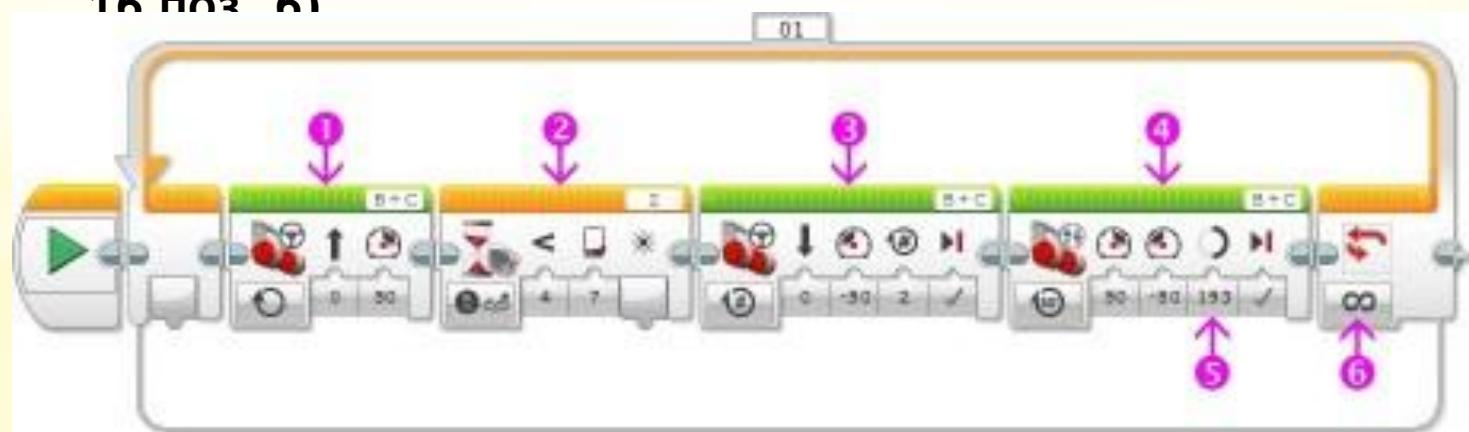

Рис. 16
- * Начать прямолинейное движение вперед (Рис. 16 поз. 1);
- * Ожидать пересечения черной линии датчиком цвета (Рис. 16 поз. 2);
- * Двигаться назад на 2 оборота (Рис. 16 поз. 3);
- * Повернуть направо на 90 градусов (Рис. 16 поз. 4); значение угла поворота рассчитано для робота, собранного по инструкции small-robot-45544 (Рис. 16 поз. 5);
- * Повторять команды 1 - 4 в бесконечном цикле (Рис. 16 поз. 6)